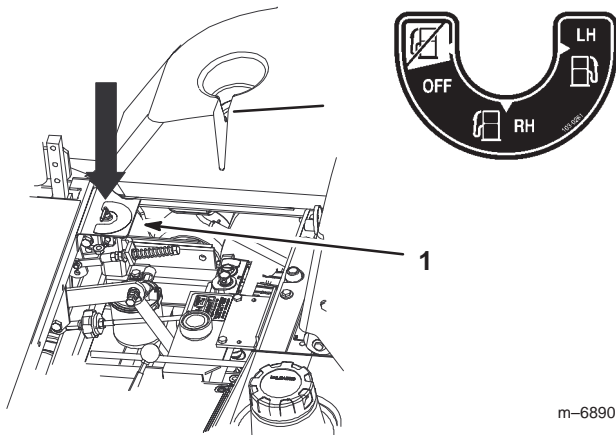

Figure 9
La machine possède deux réservoirs de carburant : un à gauche et un à droite. Chaque réservoir est raccordé au robinet d'arrivée de carburant au panneau de commande, d'où part une conduite d'alimentation commune reliée au moteur (Fig. 9).
Pour utiliser le réservoir de carburant gauche, tournez le robinet d'arrivée de carburant à la position LH, côté gauche. Pour utiliser le réservoir de carburant droit, tournez le robinet d'arrivée de carburant à la position RH, côté droit (Fig. 9).
5. Fermez le robinet d'arrivée de carburant avant de transporter la machine ou de la remiser (Fig. 9).